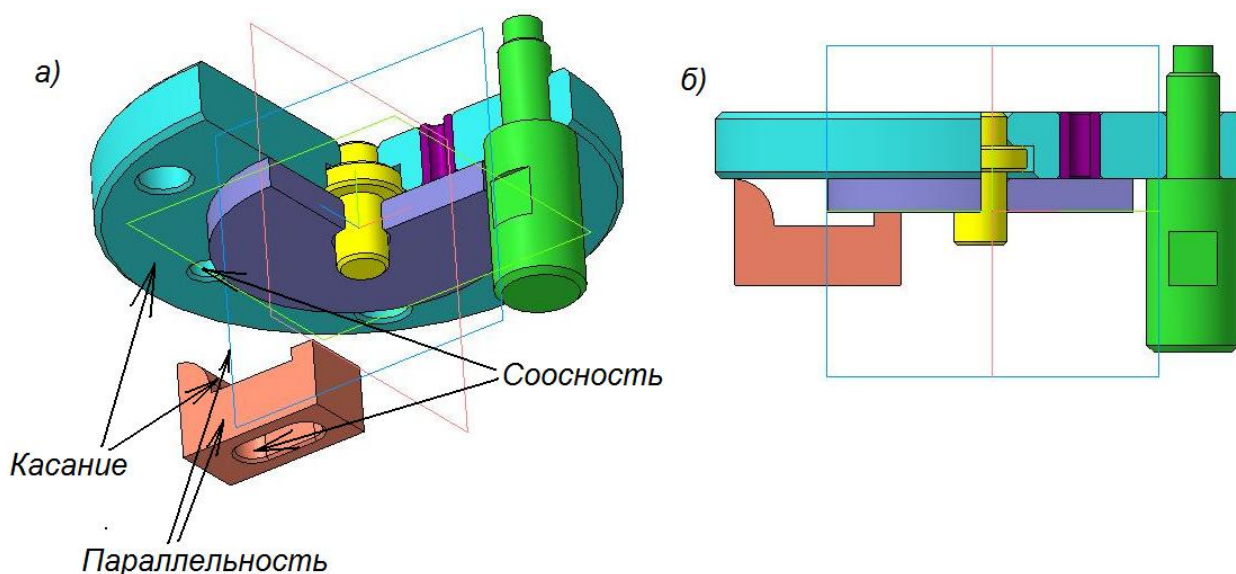

Рис. 5.9. Схема выполнения сопряжений звена «Плита, заготовка – Прижим»
4. Ориентируясь на изображения рис. 5.9, установите в модель сборки «Прижим», задав следующие сопряжения поверхностей компонентов: